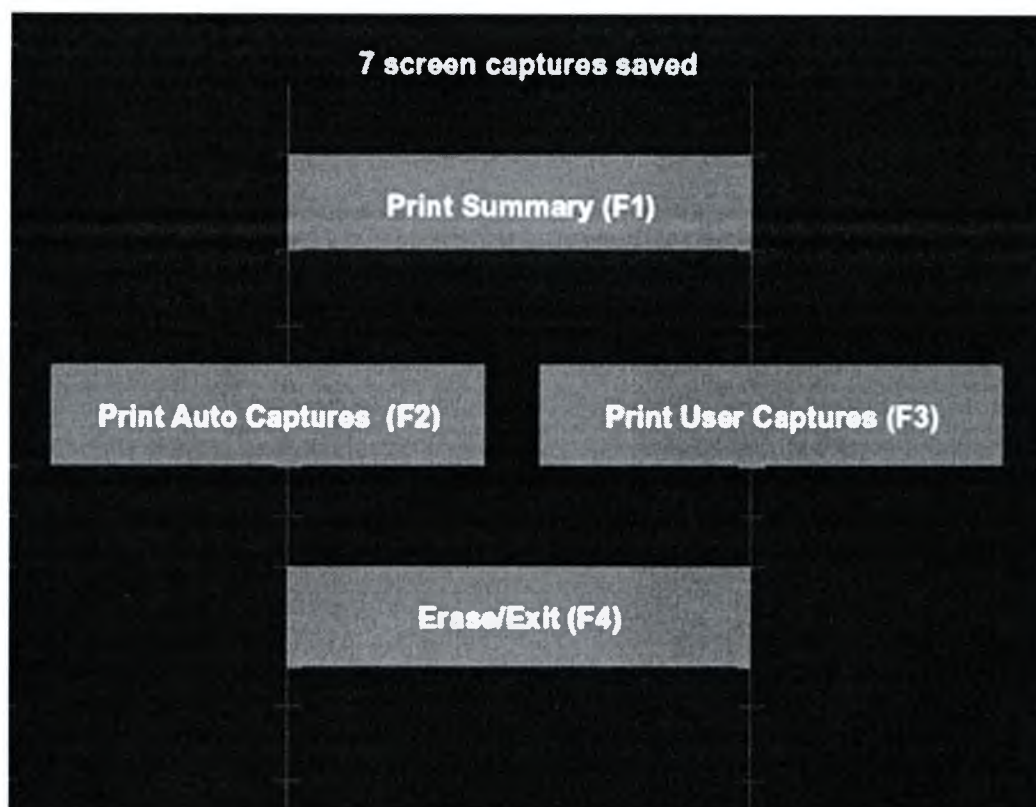

Рис. 24.7. Послепроцедурный экран (Post Treatment Screen)
5. Перед пользователем предстанет послепроцедурный экран (**Post Treatment Screen**) с тремя вариантами действий (рис. 24.7):